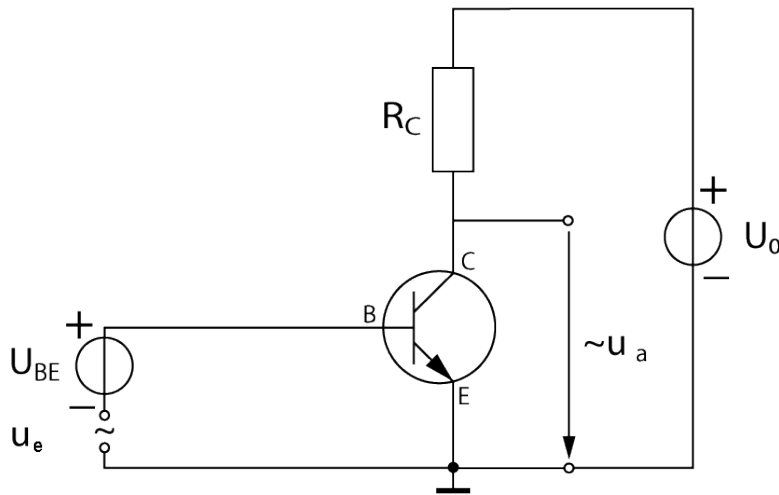

Abbildung 8: Transistorschaltung mit einstellbarem Arbeitspunkt
1.1.7 Einstellung des Arbeitspunkts (Abb. 8)
so groß sein muss, dass die größten negativen Spitzen des Eingangssignals noch nicht in den Sperrbereich fallen. Man stellt also durch die Gleichspannungen U_{BE} und U_{CE} einen Arbeitspunkt ein und lässt das eigentliche Signal relativ kleine Schwankungen um diesen Arbeitspunkt ausführen (siehe Abb. 8). Dies wird als *Kleinsignalverstärkung* bezeichnet (die Amplitude des Eingangssignals U_e ist klein gegenüber der Gleichspannung U_{BE}). Als Arbeitspunkt wählt man in der Regel ein Kollektorpotential von $U_C = \frac{1}{2} \cdot U_0$, damit der lineare Verstärkungsbereich durch die positive und negative Halbwelle des Ein- bzw. Ausgangssignals optimal genutzt werden kann.